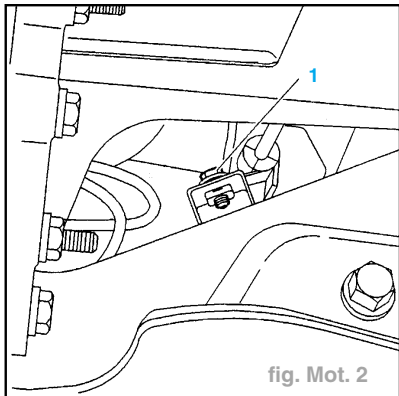

fig. Mot. 2
- Déposer la vis (1) (fig. Mot. 2).